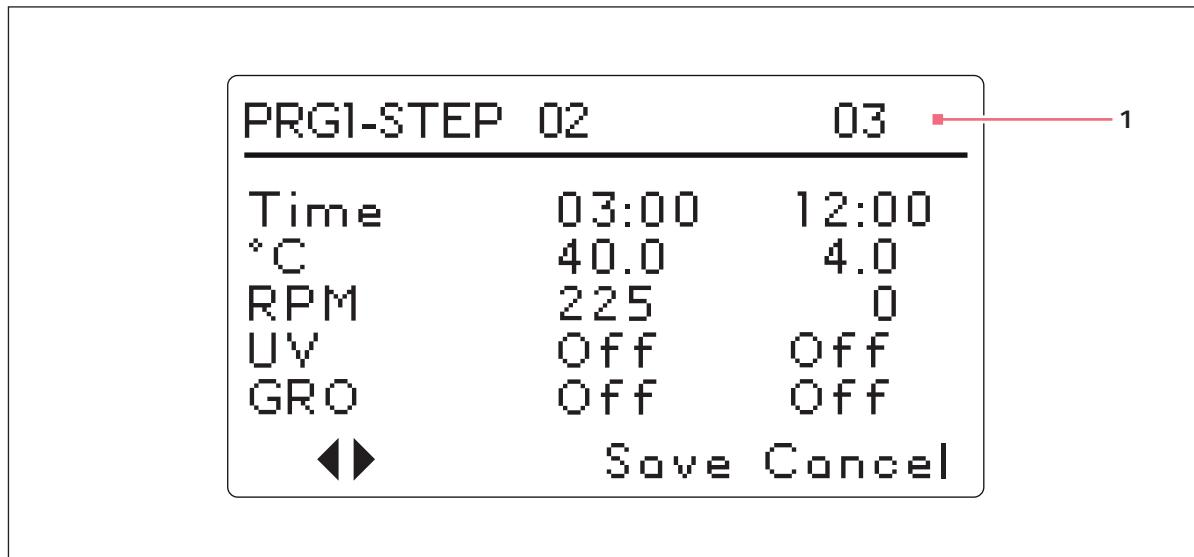

Fig. 5-14: Programa 1, Passo 3
10. Continue para programar até 15 passos na mesma forma. Para nosso programa exemplo, temos apenas três passos (aqui Fig. 5-14 na pág. 58).